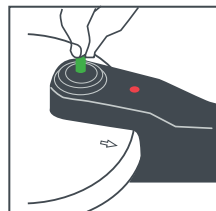

Fig.9
**La válvula de trabajo (3);** es el embolo rojo con anillas, sujete y tire de él hacia el exterior, notará una pequeña resistencia y verá salir los anillos indicadores de presión, al soltar, el embolo recuperará su posición inicial rápidamente (Fig.9).
**La junta de silicona (8);** extraiga y examine la junta de silicona (8) en busca de grietas o roturas, así mismo verifique que se encuentra completamente limpia. Reponga correctamente.